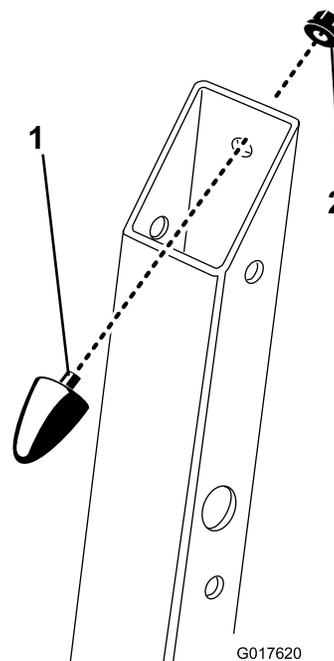

Figure 6
4. Si les butées coniques en caoutchouc ne sont pas déjà en place, procédez comme suit : déverrouillez l'arceau de sécurité et abaissez-le. Posez les butées coniques en caoutchouc dans la découpe en haut des supports de l'arceau de sécurité, comme illustré à la Figure 6. Fixez les butées avec les écrous à embase (5/16 po).